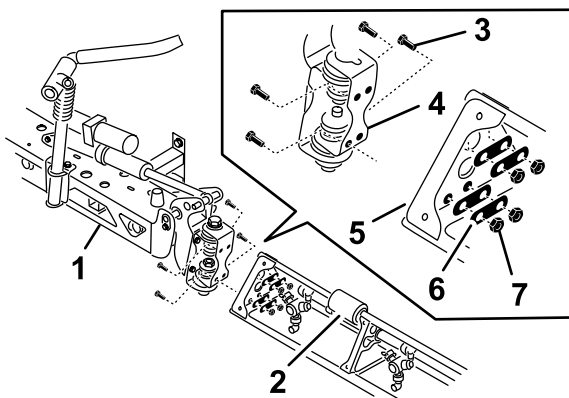

Figura 38
2. Rode cada suporte articulado no final da secção da rampa central de forma a que os suportes alinhem verticalmente (Figura 38).
4. Monte a placa da articulação na placa triangular com quatro parafusos de cabeça flangeada, quatro placas posteriores e quatro porcas de bloqueio flangeadas (Figura 38) que removeu no passo 1.
6. Alinhe a extremidade da barra do cilindro de elevação da rampa com os furos na buzina do suporte articulado (Figura 38).
7. Prenda a extremidade da barra ao suporte articulado com um passador de forquilha e perno de gancho (Figura 38).